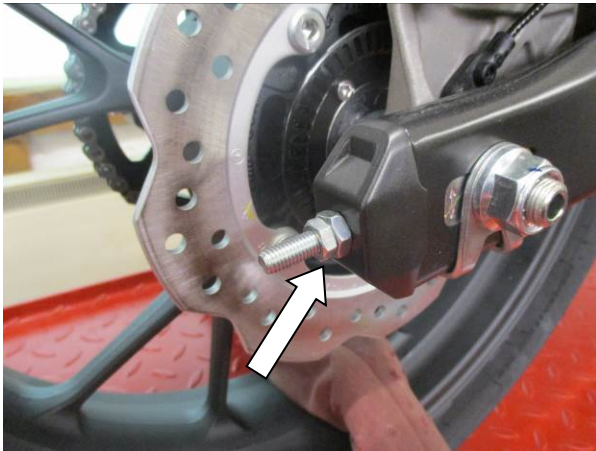

Abbildung 1
- Entfernen Sie die Sicherheitsmutter und die Verstellmutter, die in Abbildung 1 gekennzeichnet sind.